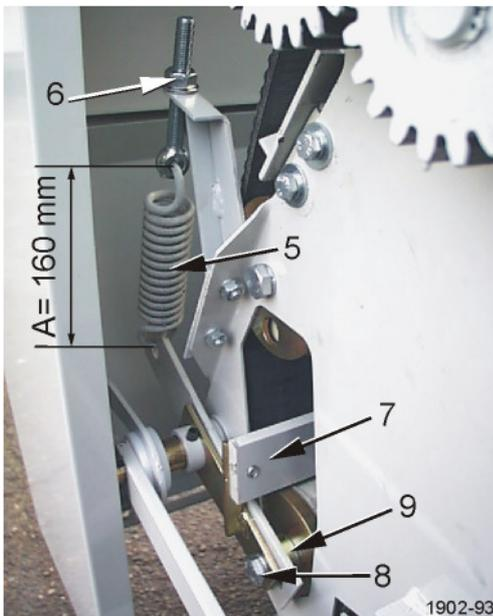

Bild 27
- Grundeinstellung der Zugfeder [5] beträgt 160 mm, Einstellen der Zugfeder erfolgt über Sechskantmutter [6], (Bild 27).
- Wenn das Transportband gegen die Seitenwand des Schwenkkorbes läuft: Abstreifer [7], Sechskantschraube [8] lösen, Exzenter [9] etwas verdrehen und Sechskantschraube [8] und Abstreifer [7] wieder festziehen (Bild 27).